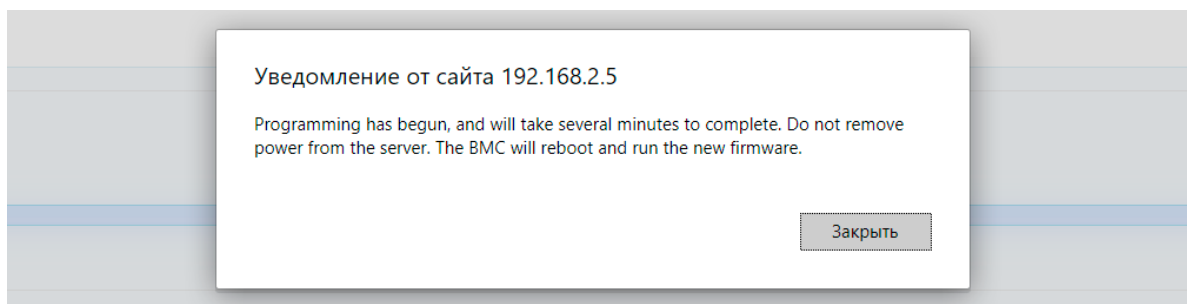

Рис. 99. Окно с уведомлением о завершении установки обновления BMC
7) После обновления BMC появится сопутствующая надпись об успешном завершении обновления. Окно показано на рис. 99 Окно с уведомлением о завершении установки обновления BMC